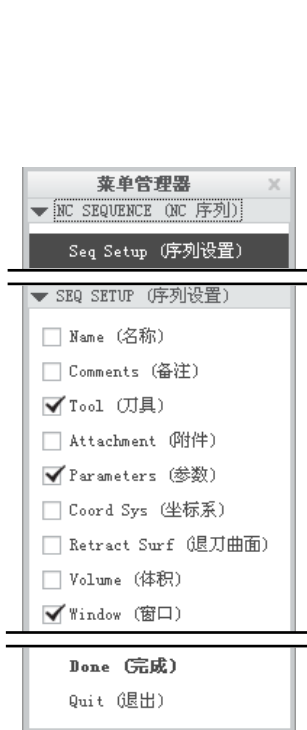

图 3.1.22 “序列设置”菜单
Step2. 在系统弹出的 **Seq Setup (序列设置)** 菜单中选中图 3.1.22 所示的 3 个复选框，然后选择 **Done (完成)** 命令。